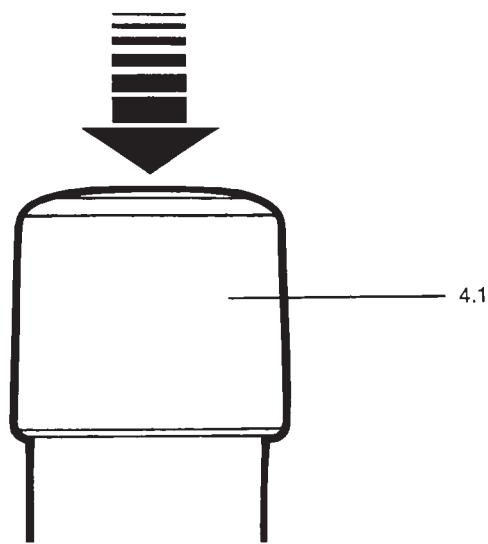

Fig. 8
- Agire sul pulsante (4.1) (fig. 8).
- Accionar o pulsador (4.1) (fig. 8).